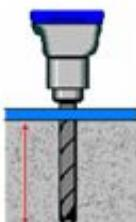

Fig. 3
1. Boor de ankerlagen in de grond met de boorhamer voor de expansiebouten. Zorg ervoor om perfect verticaal te boren (**fig. 3**).